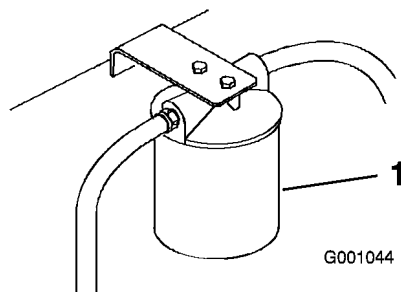

Figure 55
3. Placez un bac de vidange sous le filtre, retirez le filtre usagé et essuyez la surface du joint de l'adaptateur (Figure 55).